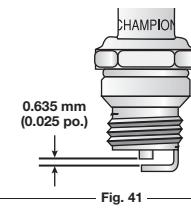

Fig. 41
3. Remplacez toute bougie fendillée, encrassée ou sale. Réglez l'écartement à 0,635 mm (0,025 po) à l'aide d'une jauge d'épaisseur (Fig. 41).